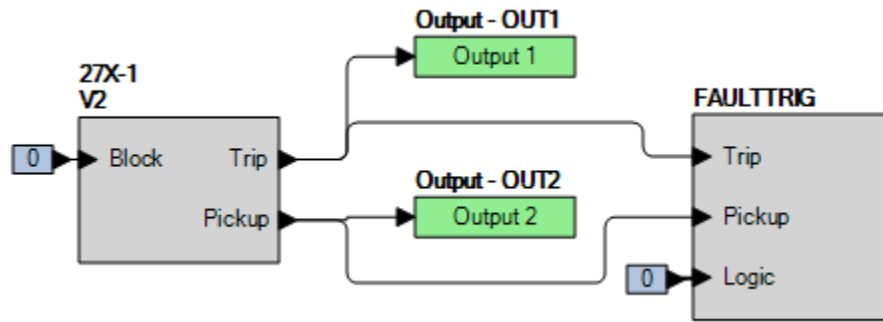

Figure 67-3. Paramètres BESTlogicPlus (mode V2)
Étape 2 : Utilisez *BESTCOMSPPlus* pour configurer la Logique programmable *BESTLogicPlus* illustrée dans la Figure 67-3.
- Étape 4 : Préparez la surveillance de l'exécution de la fonction 27X-1. Cette exécution peut être vérifiée en surveillant la sortie OUT2 (voir Figure 67-3).